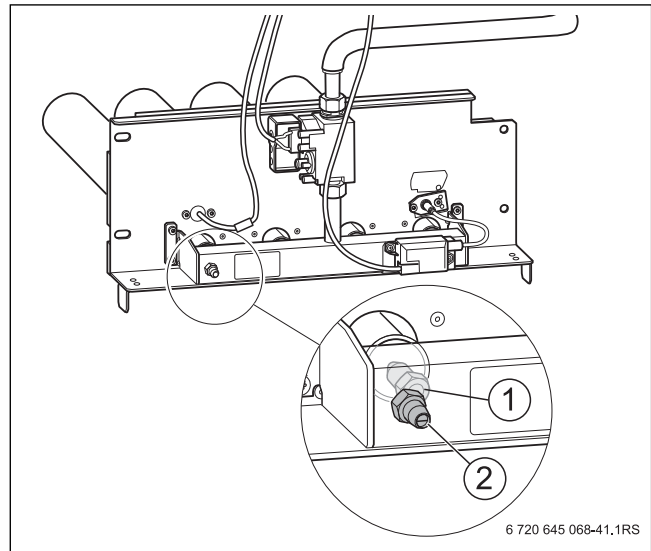

Рис. 55 Замена форсунок основного газа
- ▶ Замените форсунки основного газа (→ рис. 55 [1], стр. 42) на форсунки для нового вида газа. При этом нужно установить новые уплотнения.